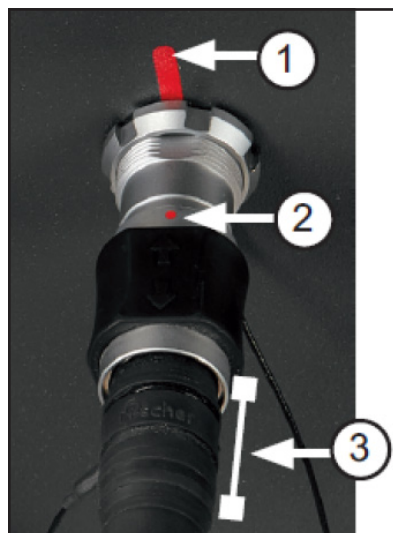

Figura 13. Conectarea liniei de fibră optică a cablajului cutiei de jonctiune
- d. Conectați conectorul de fibră optică de pe cablajul cutiei de joncțiune la priza de fibră optică de pe cutia de joncțiune (Figura 13). Pentru a realiza conexiunea, aliniați marcajul de aliniere (punctul 1) de deasupra prizei din fibră optică cu punctul roșu de aliniere (punctul 2) de pe conectorul de fibră optică și împingeți înăuntru conectorul. Un sunet care face clic indică o conexiune efectuată cu succes.
NOTĂ: pentru a verifica dacă conectorul fibrei optice este fixat, trageți de zona de verificare a conexiunii identificată în Figura 13, punctul 3. Dacă linia din fibră optică este conectată ferm, cablul nu se va deconecta.
- d. Conectați conectorul de fibră optică de pe cablajul cutiei de joncțiune la priza de fibră optică de pe consolă (Figura 13). Pentru a realiza conexiunea, aliniați marcajul de aliniere (punctul 1) de deasupra prizei din fibră optică cu punctul roșu de aliniere (punctul 2) de pe conectorul de fibră optică și împingeți înăuntru conectorul. Un sunet care face clic indică o conexiune efectuată cu succes.
- d. Conectați conectorul de fibră optică de pe cablajul cutiei de joncțiune la priza de fibră optică de pe panoul de conexiune mobilă (Figura 13). Pentru a realiza conexiunea, aliniați marcajul de aliniere (punctul 1) de deasupra prizei din fibră optică cu punctul roșu de aliniere (punctul 2) de pe conectorul de fibră optică și împingeți înăuntru conectorul. Un sunet care face clic indică o conexiune efectuată cu succes.